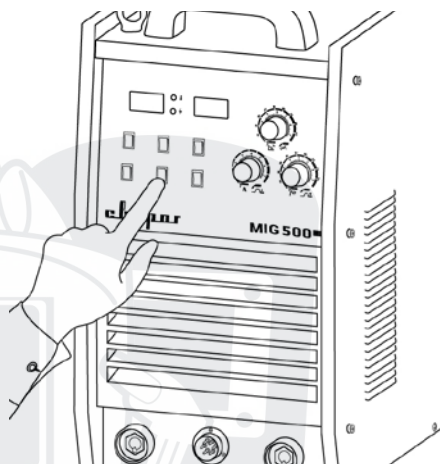
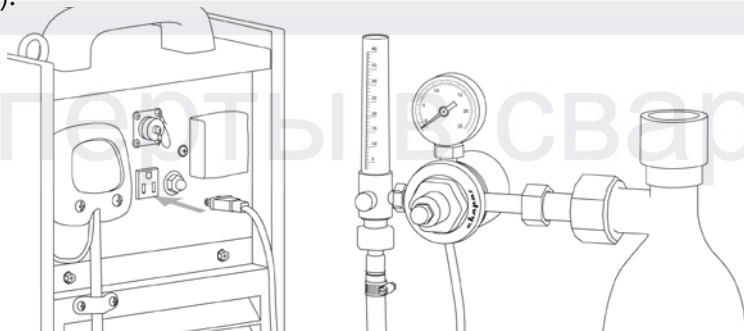

Рис. 8.20. Выбор защитного газа.
Рис. 8.25. Подключение подогревателя газа.
4. Выберите защитный газ (См. рис. 8.20). Защитный газ выбирается в зависимости от требований, предъявляемых к сварочному шву (См. раздел 10). При выборе CO2 рекомендовано использовать подогреватель газа (См. рис. 8.25).
При интенсивной работе внизу баллона  $\text{CO}_2$  может образовываться большое количество влаги из-за перепада температур. Чтобы избежать попадания влаги в сварочный шов и возможного обмерзания редуктора/регулятора газа, на задней панели аппарата установлен специальный разъём с напряжением питания 36В для подключения подогревателя газа (См. рис. 8.25).